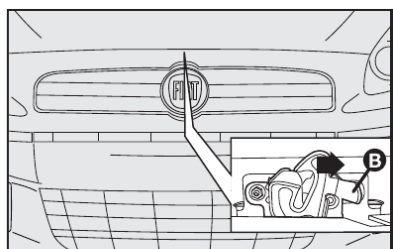

fig. 103
- 2) puxar a trava **B**-fig. 103 localizada acima da grade frontal sob o capô. Como indicado pela seta;